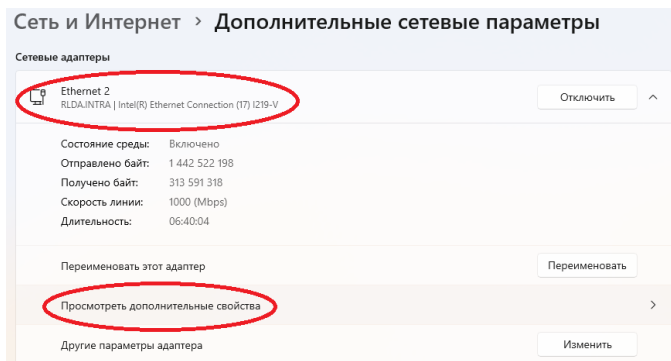

Рис. 1.3 Открытие свойств сетевого соединения
- зайти в свойства сетевого подключения, выбрав в выпадающем списке пункт «Посмотреть дополнительные свойства» (рис. 1.3)